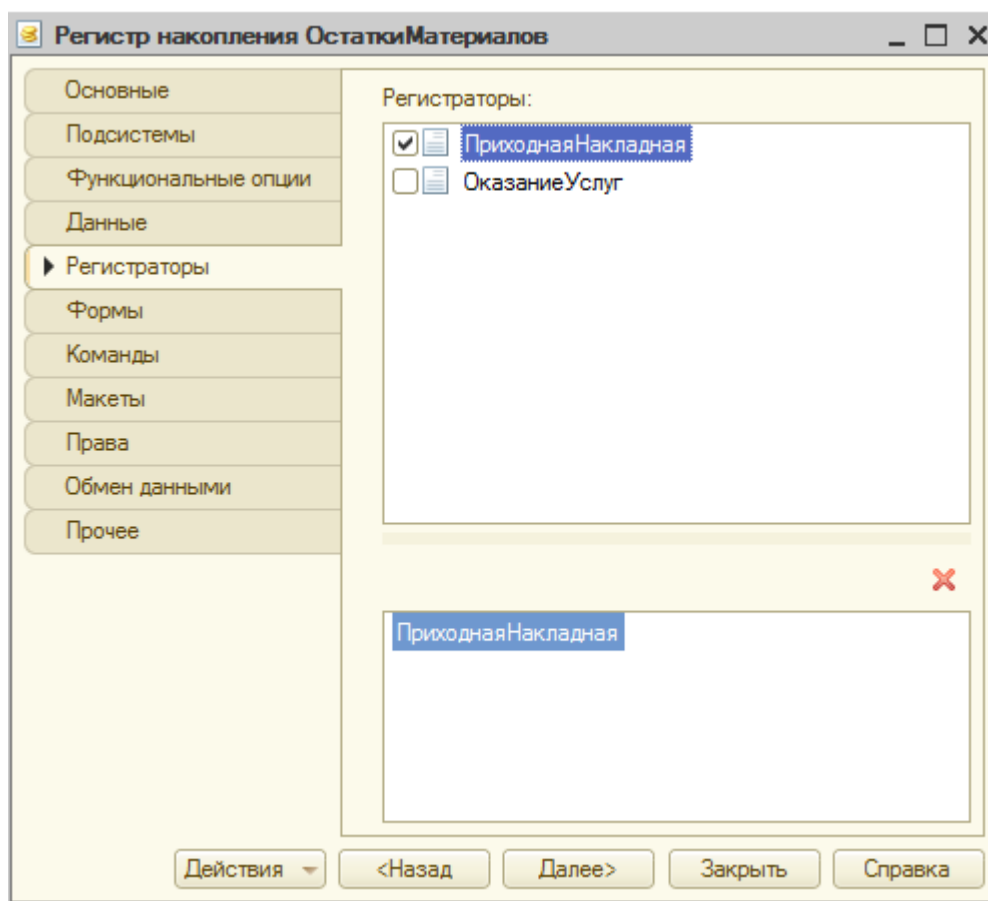

Рисунок 38 Вкладка «Регистраторы» регистра накопления «Остатки материалов»
4. В регистре накопления **Остатки Материалов** на вкладке **Регистраторы** проверьте наличие документов-регистраторов (рис. 38).